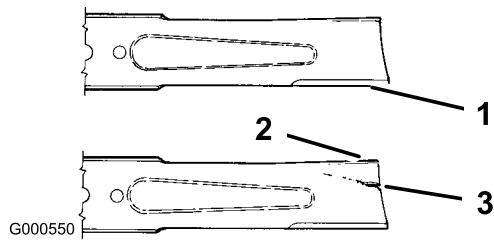

Bild 38
1. Untersuchen Sie die Schnittkanten (Bild 38). Bauen Sie, wenn die Kanten nicht scharf sind oder Kerben aufweisen, die Schnittmesser aus und schärfen Sie; siehe Schärfen der Messer.
2. Prüfen Sie die Schnittmesser, insbesondere den gebogenen Bereich (Bild 38). Montieren Sie, wenn
Sie Schäden, Verschleiß oder Rillenbildung in diesem Bereich feststellen (Bild 38), sofort ein neues Schnittmesser.